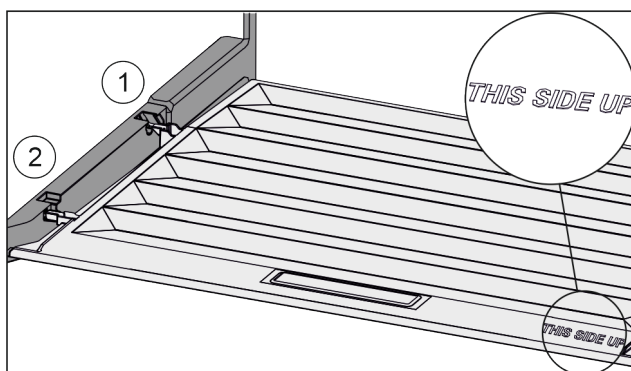

Fig. 148
- ▶ Výstupky veka zaveďte cez otvor zadného držiaka Fig. 148 (1) a zaistite vpredu v držiaku Fig. 148 (2).